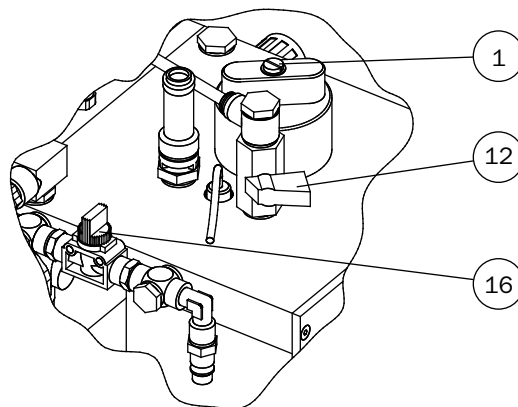

Abb. 24: Beispiel-Stellungen der Absperrhähne:
1. Schließen Sie zunächst das Absperrventil für das Medium [12] (vgl. Abb. 24).